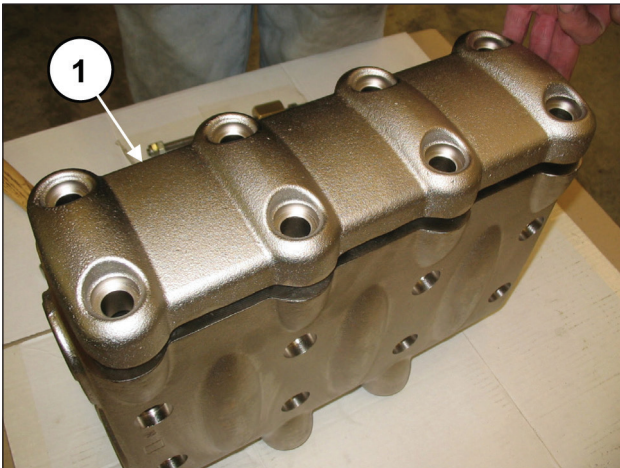
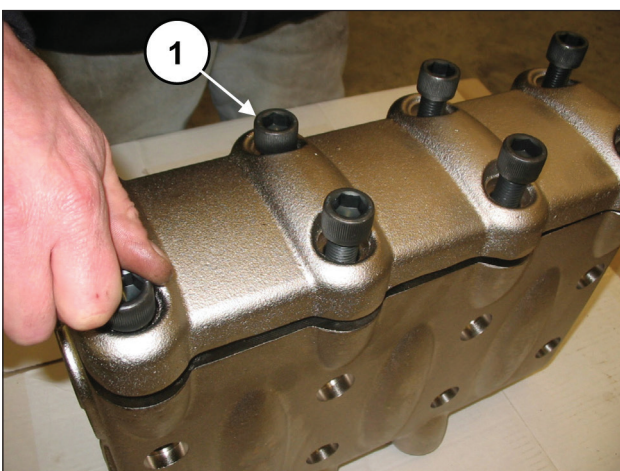

Abb. 115
Abb. 116
Setzen Sie die Ventilkappe samt O-Ring und Stützring ein. Bringen Sie nach Montage der Ventilgruppen und der Ventilkappe den Ventildeckel an (Pos. ①, Abb. 115) und ziehen Sie die 8 Schrauben M16x55 fest (Pos. ①, Abb. 116).